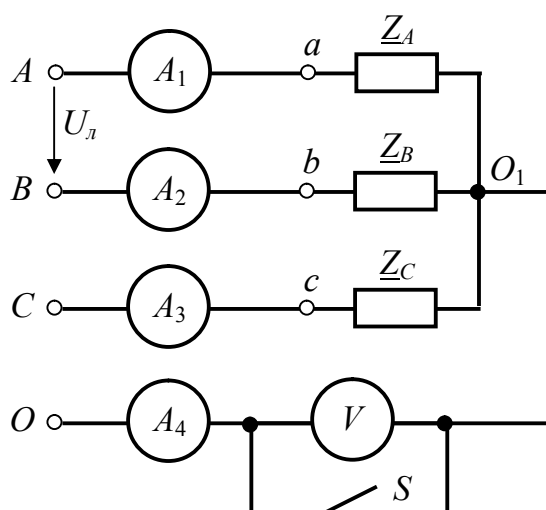

Рис. 5
**ЗАДАЧА 5.** Три приемника с параметрами  $\underline{Z}_A$ ,  $\underline{Z}_B$ ,  $\underline{Z}_C$  соединены звездой и подключены к симметричному трехфазному генератору (рис. 5), линейные напряжения которого  $U_{AB} = U_{BC} = U_{CA} = U_L$ .